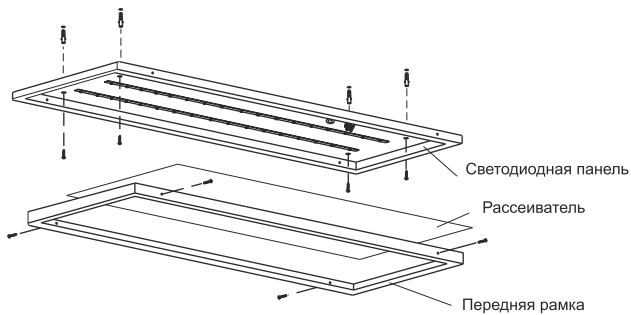

Рисунок 1
- На торце панели отвернуть винты крепления передней рамки (рисунок 1).
5.2.2 Накладной монтаж светодиодной панели осуществляется непосредственно на поверхность потолка с креплением светильника через отверстия в корпусе (рисунок 1). Крепёж для накладного способа монтажа в комплекте не поставляется.